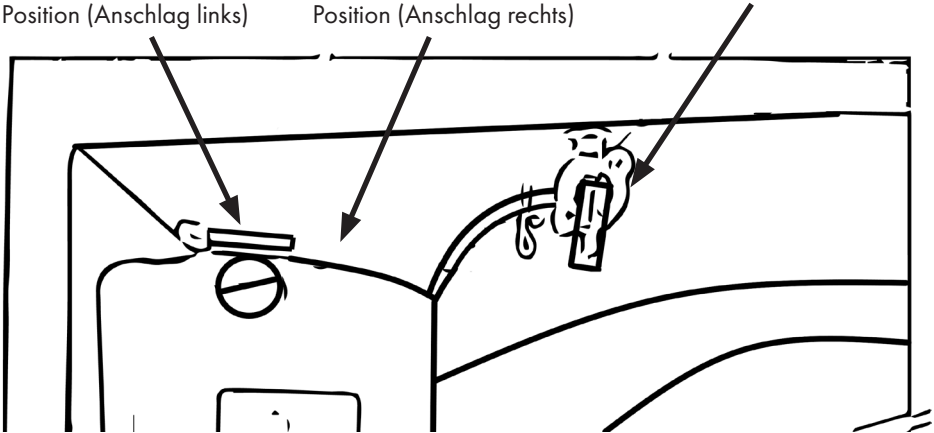

Abbildung 13
- Öffnen Sie den Kraftstoffhahn. Siehe auch Abb. 13. (Griff am Hahn zeigt nach unten)